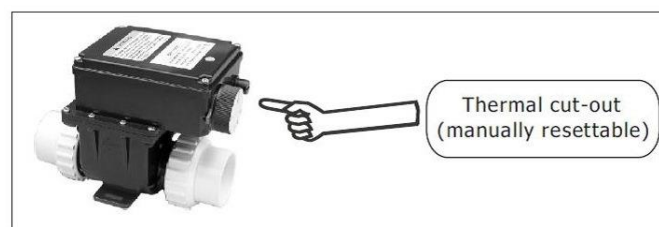

Fig. 7
2. Vandvarmeren har en indbygget termosikring der automatisk slukker for varmeren hvis vandtemperaturen skulle overstige 60°C. Termosikringen er placeret ved siden af vandvarmerens termostat. For at genstarte vandvarmeren så skal skruelåget, der dækker termosikringen, åbnes og termosikringen skubbes tilbage til den oprindelige position. (Fig. 7)